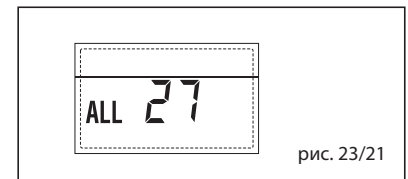

рис. 23/21
– **НЕПОЛАДКА СООТВЕТСТВИЯ ВХОДА (S3) ТОЛЬКО ДЛЯ УСТАНОВКИ 7 “ТРЕВ 28” (рис. 23/22)**